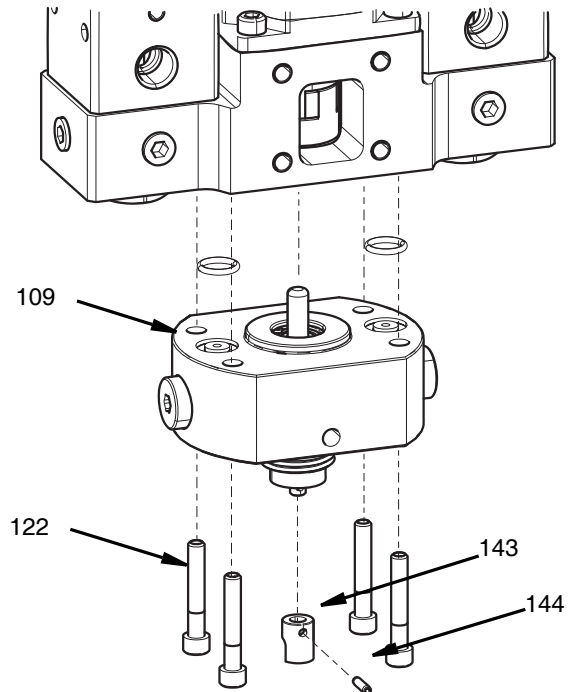
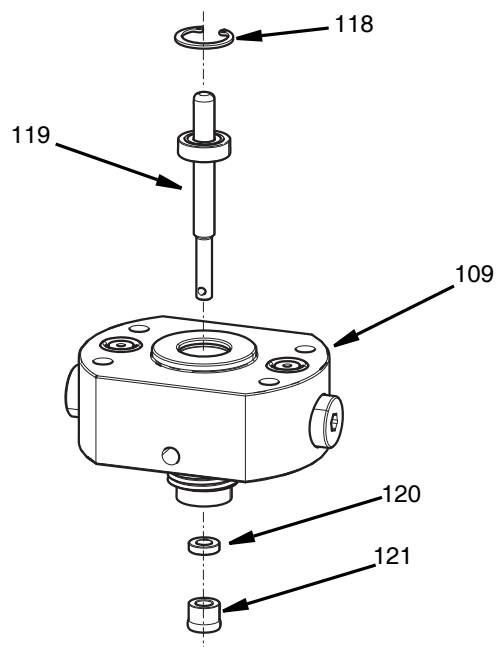

FIG. 32
FIG. 33
4. Retirer les quatre vis M5 (122) avec une clé Allen de 4 mm.
5. Retirer le clapet antiretour (109) et les joints toriques (108).
6. Chasser la goupille (144) hors de l'adaptateur du mélangeur (143) à partir de l'extrémité de l'ensemble de l'arbre du palier (119).
7. Retirer l'adaptateur du mélangeur (143). Voir FIG. 32.
8. Retirer la bague de retenue (118) maintenant l'ensemble d'arbre de palier en place.
9. Tirer l'ensemble arbre de palier (119) hors de la buse de clapet antiretour (109).
10. Pousser le joint rotatif (121) et la bague d'appui (120) hors de la buse de clapet antiretour avec une goupille de 6 mm (1/4 in.). Voir FIG. 33.
1. Installer l'ensemble d'arbre de palier (119) dans la section de buse (109).
3. Insérer le joint d'étanchéité de la bague d'appui (120) centré sur l'ensemble arbre de palier et dans la buse du clapet antiretour.
7. Remplacer les deux joints toriques (108) sur le dessus de la buse du clapet antiretour.
9. Serrer la vis de serrage du raccord rotatif (127) pour la verrouiller sur l'ensemble de l'arbre de palier avec une clé Allen de 2,5 mm.
10. Installer le couvercle du raccord avec les quatre vis M6 - 1,0 x 10 en face du support de montage fourni par le client. Serrer à un couple de 13 N•m (50 in.-lbs). Voir les FIG. 32 FIG. 33 pour le montage.
- Pour accéder, retirer et réparer l'arbre de palier, suivre les étapes 1 à 8 dans la section de démontage de la **Réparation du joint d'étanchéité rotatif**, à partir de la page 40. FIG. 15 page 17, FIG. 32 et FIG. 33 page 40.
- Pour installer l'arbre de palier après réparation, suivre les étapes 1 à 8 dans la section **Réparation du joint d'étanchéité rotatif**, à partir de la page 40. Voir FIG. 15 page 17, FIG. 32 et FIG. 33 page 40.
Voir FIG. 32. Page 40.